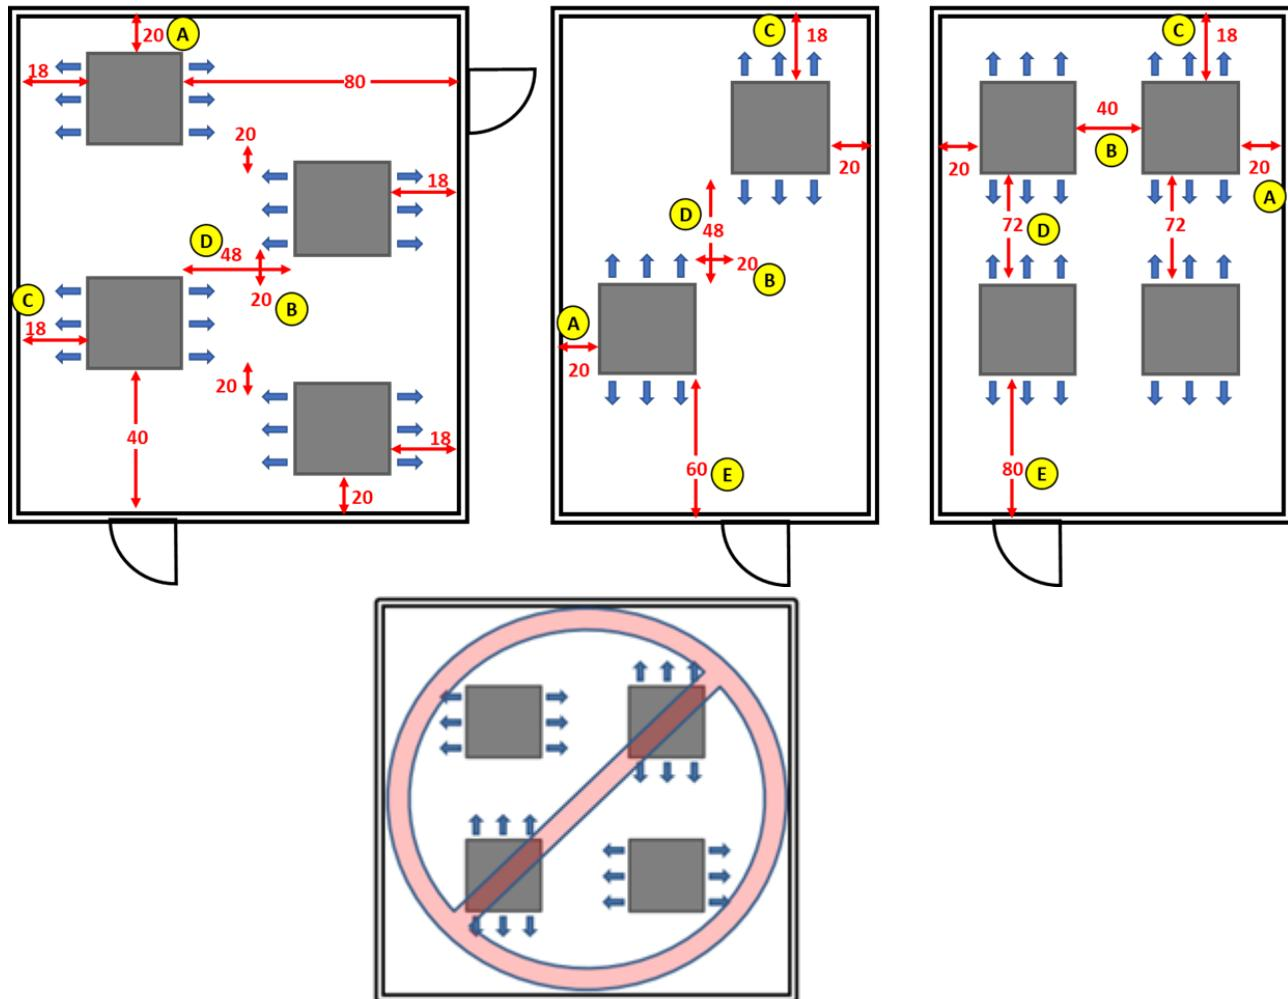

Figure 2 – Vue de la circulation d'air sur le toit – côté froid – distances minimales pour l'installation
- La distance standard entre le côté de l'appareil d'évaporation et le mur de la pièce ou le produit entreposé est de 50,8 cm (20 po). Voir « A » dans la Figure 2;
- La distance standard entre le côté de l'appareil d'évaporation et le côté d'un appareil d'évaporation voisin est de 51 cm (20 po) lorsqu'ils sont décalés ou de 102 cm (40 po) lorsqu'ils sont alignés. Voir « B » dans la Figure 2.
- La distance minimum entre le côté sortie d'air de l'évaporateur et le mur de la pièce ou un produit entreposé est de 46 cm (18 po). Voir « C » dans la Figure 2.
- La distance minimum entre deux appareils, lorsque le côté sortie d'air d'un évaporateur est aligné sur l'autre, est de 183 cm (72 po), et si les deux appareils sont décalés, la distance minimum est de 122 cm (48 po). Voir « D » dans la Figure 2.
- La distance minimum entre les sorties d'air des évaporateurs, s'ils soufflent directement vers la porte, est de 203 cm (80 po). S'ils ne soufflent pas directement vers la porte, elle est de 152 cm (60 po). Voir « E » dans la Figure 2.
- Voir la Figure 2 pour les distances minimales recommandées pour les installations décalées et alignées.
- Ne pas faire pivoter les appareils. La sortie d'air chaud d'un appareil souffle vers le côté entrée de l'autre appareil (comme contré ci-dessus dans la Figure 2);